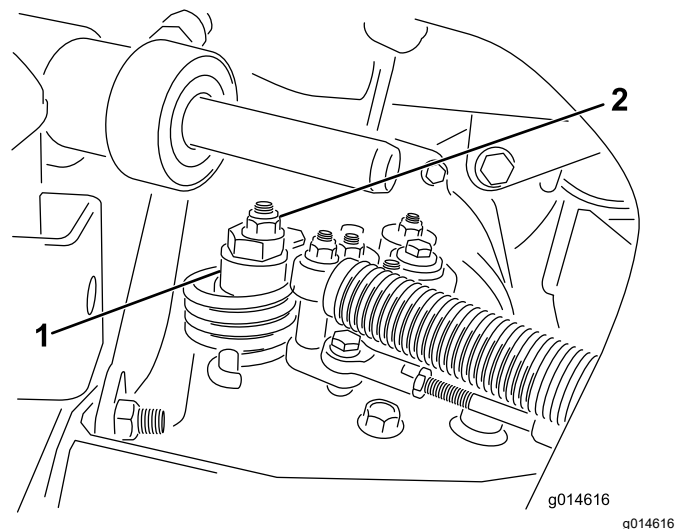

図 39
- A. 偏芯ナットをハイドロスタット上部に止めているナットをゆるめる 図 39。
- C. どちらにも車輪が回らないように偏芯ナットを回して調整する。調整ができれば固定ナットを締める 図 39。スロットル低速 および高速位置で調整が正しいことを確認する。